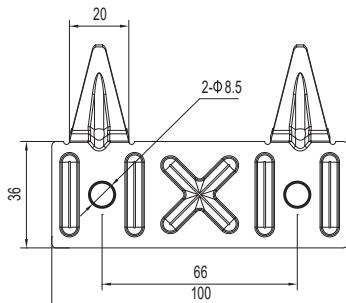
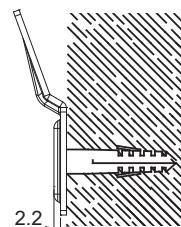

Figura 2
Figura 3
- ① Este aquecedor de água elétrico deve ser instalado numa parede firme, sólida e nivelada que possa suportar uma carga igual ao dobro do peso do aquecedor de água completamente cheio de água. Se necessário, pode ser utilizado um suporte reforçado. Se a parede tiver tijolos ocos, certifique-se de que os preenche completamente com cimento antes de instalar o aparelho.
- ② Depois de selecionar um local adequado, fixe o suporte na parede. Siga os passos indicados. A fixação deve ser efetuada com parafusos e buchas, como indicado na figura 3. O aspetto do suporte é o indicado na figura 2.
- ③ Alinhar as ranhuras na parte de trás do termoacumulador com as 2 patilhas metálicas no suporte e proceder à fixação do produto. Verificar se a instalação está concluída antes de tentar deslocar o aquecedor.